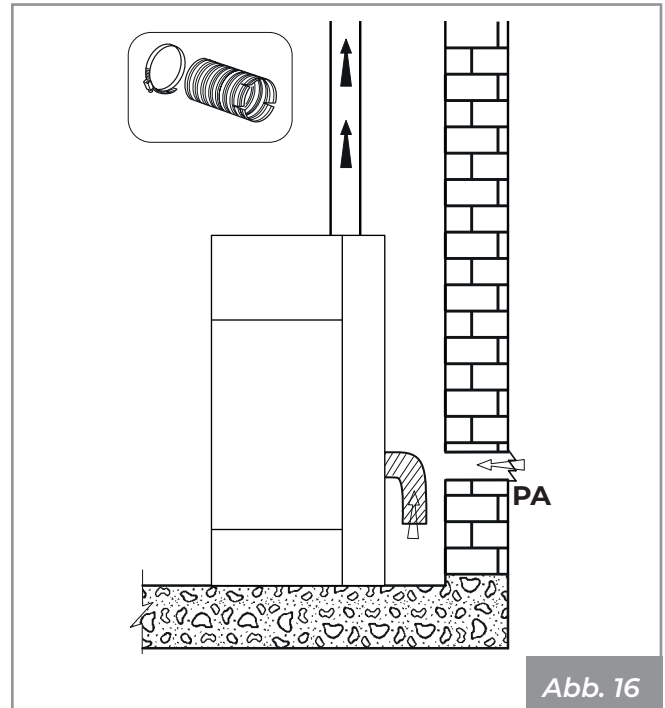

Abb. 16
- aus der Installationsumgebung oder aus geeigneten Nebenräumen kommen (**Abb. 16**)
Den Lufteinlass an der Wand vornehmen (**Abb. 16 - PA** = Lufteinlass), und lassen Sie das Gerät frei, um Luft in den Raum anzusaugen. Achten Sie darauf, das Wellrohr an das Lufteinlassrohr, falls vorhanden, anzuschließen, befestigen Sie es mit der Schelle und biegen Sie es leicht nach unten, um mögliche Resonanzeffekte zu vermeiden.